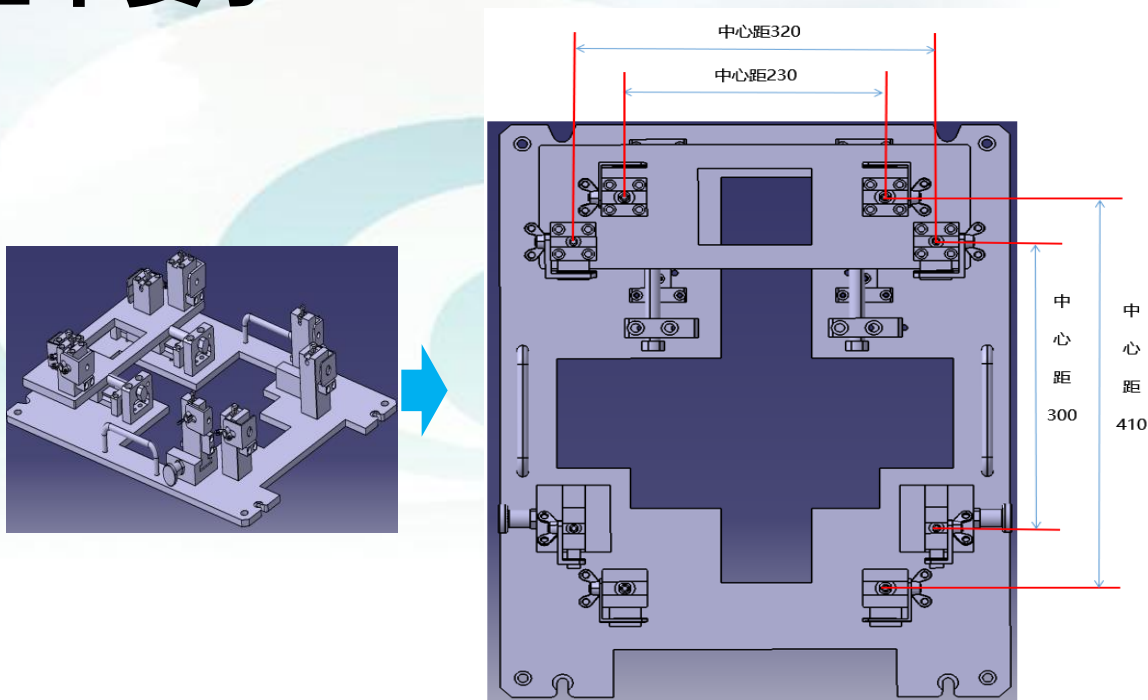

图3
2. 需校核现有工装托盘与已生产座椅（数据可见附件）目前定位状态，以确定最优最简便的托盘定位改造方式，改造后，托盘需兼容原有座椅和新增主副驾的生产，各座椅间的生产互无影响；（注：1. 现有托盘有两种，如图1、2，托盘定位销大小不同，其他位置尺寸均一致；2. 托盘有两组定位，分别为序号1-4和序号5-8；3. 现有座椅在托盘上的定位尺寸如图3，与新增主副座椅定位尺寸不一致，改造时结合此差异和可能影响因素进行分析。）